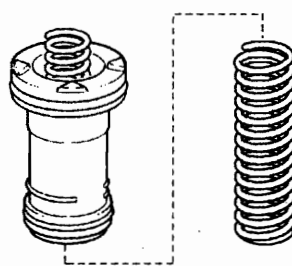

图 12-1-93
②B3 蓄能器弹簧见图 12-1-93, 参数见表 12-1-6。